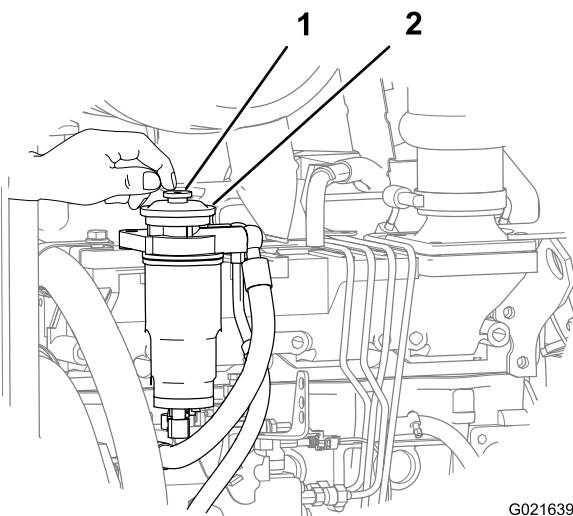

Figura 129
6. Localize o botão de escorva na parte superior do adaptador do filtro de combustível secundário (Figura 129).
7. Pressione e libere o botão de escorva repetidamente até sentir resistência ao apertá-lo (Figura 129).